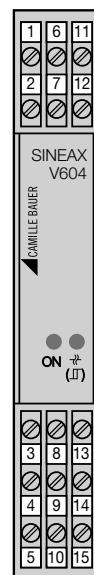

Fig. 9. Disposition des bornes de connexion.
Les lignes électriques sont raccordées à l'aide de bornes à vis aisément accessibles et logées dans la partie frontale (voir fig. 9). Elles sont prévues pour des sections de fils de max. $1 \times 2,5 \text{ mm}^2$.
- ... que les caractéristiques techniques qui permettent de résoudre le problème de mesure correspondent aux données mentionnées sur la plaquette signalétique du SINEAX V 604 (\rightarrow entrée de mesure M, \rightarrow sorties de mesure A1 et A2, \rightarrow alimentation auxiliaire H et \rightarrow sortie de contact K, voir fig. 9)!
Connecter les lignes de la sortie de mesure A1 aux bornes 4 (-) et 9 (+) et de la sortie A2 (indicateur local) aux bornes 3 (-) et 8 (+), voir fig. 9.
Les lignes de l'alimentation auxiliaire doivent être raccordées aux bornes 5 (-) et 10 (+) voir fig. 9.
Connecter les lignes de sortie de contact aux bornes 13, 14, 15 (voir fig. 9 resp. tableau 6).